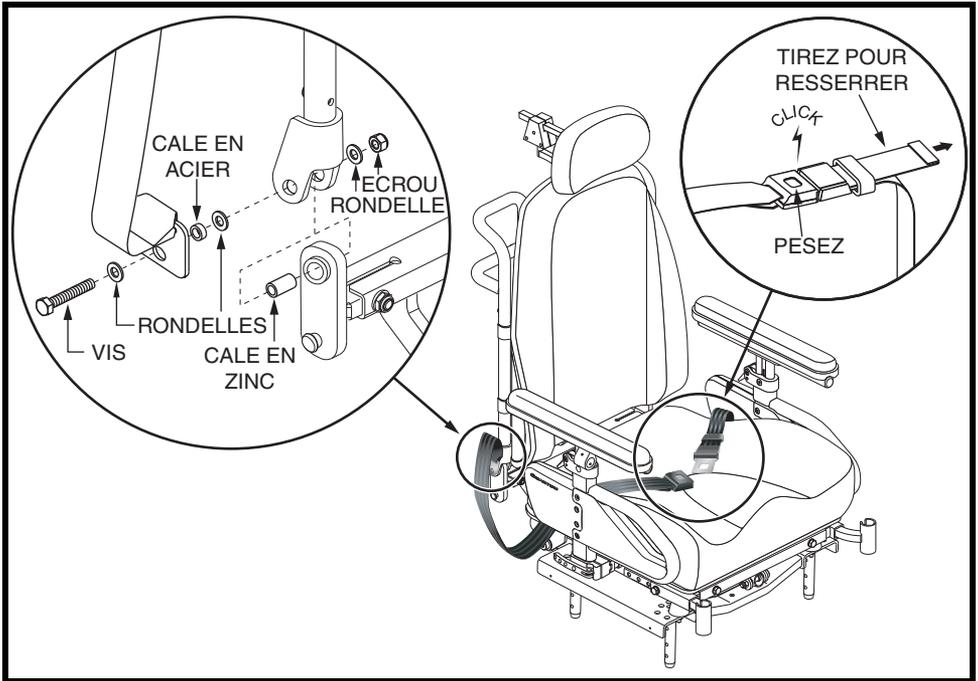

Figure 16. Réglage et installation de la ceinture de positionnement
Votre Euro Seat 2 peut être équipé d'une ceinture de positionnement de type automobile réglable pour un meilleur confort. **Voir la figure 16.** La ceinture de positionnement, réglable, a été conçue pour soutenir et empêcher tout glissement vers le bas ou vers l'avant une fois assis. La ceinture de positionnement n'a pas été conçue pour être utilisée comme ceinture de sécurité.
1. Insérez la vis dans la rondelle et la languette de montage à l'extrémité de la ceinture de positionnement. **Voir la figure 16.**